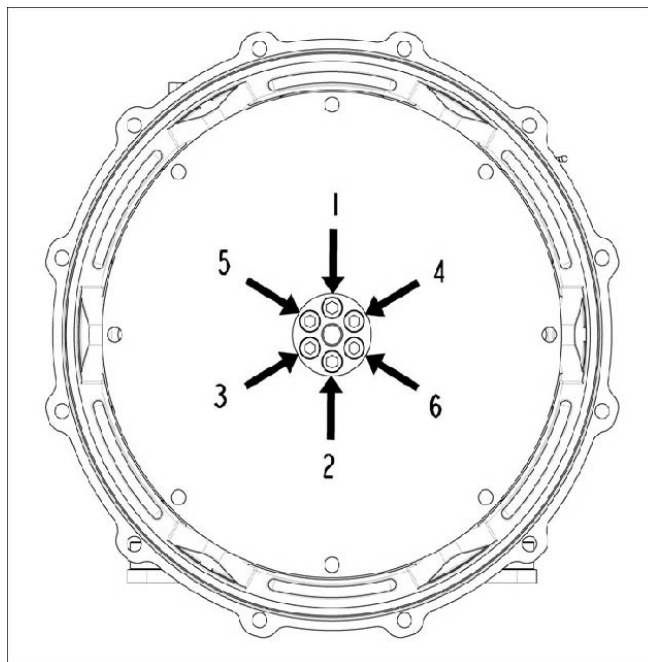

FIGURE 10. SÉQUENCE DE FIXATION AU MOYEU
4. Serrer les vis du disque d'accouplement le cas échéant dans l'ordre indiqué sous Figure 10 à la page 29 . Se reporter à Chapitre 8 à la page 51 pour connaître les couples de serrage.